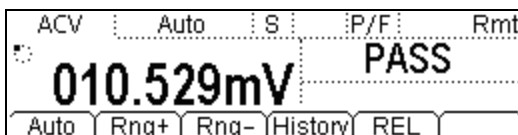

図 3-11 パス／フェイル判定画面
- (3) メニュー項目の ON を押すと、図 3-11 のようなパス／フェイルの判定画面になります。判定範囲は 0V～1V なので、判定結果は画面右側に「PASS」と表示されます。